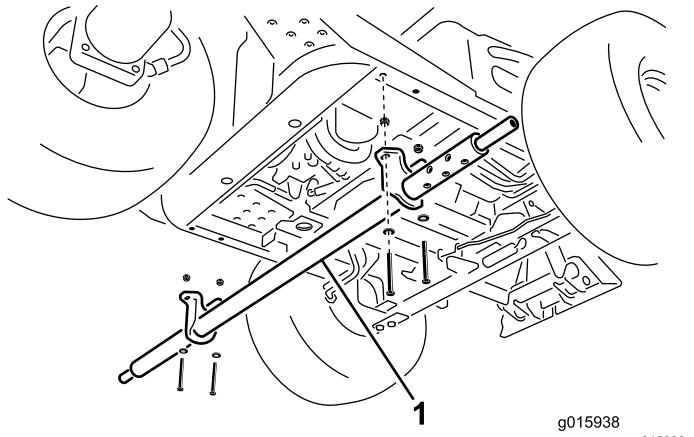

Figura 4
2. Fissate le staffe di montaggio del tubo trasversale ai tubi del telaio con 4 viti (3/8 x 3 poll.), 4 rondelle piane e 4 dadi di bloccaggio (3/8 poll.); fate riferimento a Figura 4.
1. Dal lato sinistro della macchina fate scorrere il gruppo tubo trasversale sotto la macchina, allineando i fori della staffa di montaggio ai fori su ciascun tubo del telaio (Figura 4).